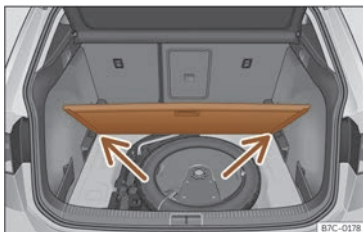

Fig. 162 Suelo variable del maletero: posición inclinada.
- Apoye el piso sobre los alojamientos previstos para tal uso >>> **fig. 162** (flechas).